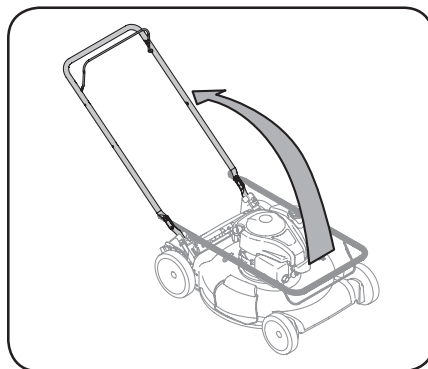

Figura 2-6
6. La guía de la cuerda está unida al costado derecho de la manija superior. Afloje la perilla de aleta (a) que sujeta la guía de la cuerda. Consulte la Figura 2-6.